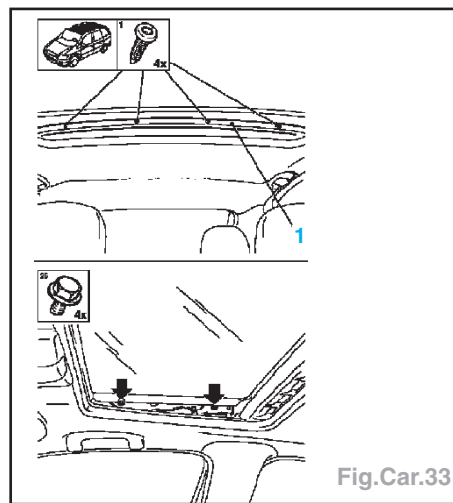

Fig.Car.33
- Faire glisser le pare-soleil vers l'AR, ouvrir à moitié le panneau de toit (1), déposer les 4 vis (flèches) et déposer le panneau (Fig.Car.33).